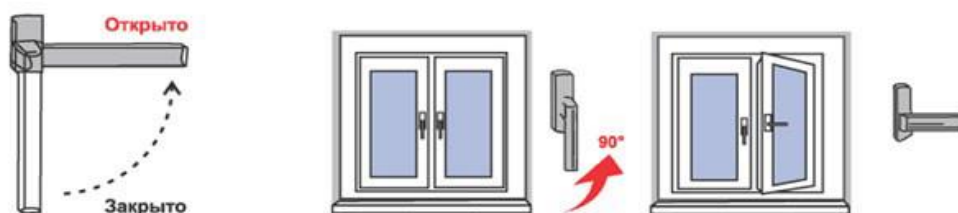

Рис. 1.
1. Чтобы открыть (распахнуть) створку окна, ручку поворачивают на 90 градусов в горизонтальное положение (положение «Открыто» на Рис. 1). При повороте ручки закрытую створку слегка прижимают к раме другой рукой (чуть выше ручки). Затем, потянув за ручку, створку распахивают (**сплошной режим – поворотное открывание**).